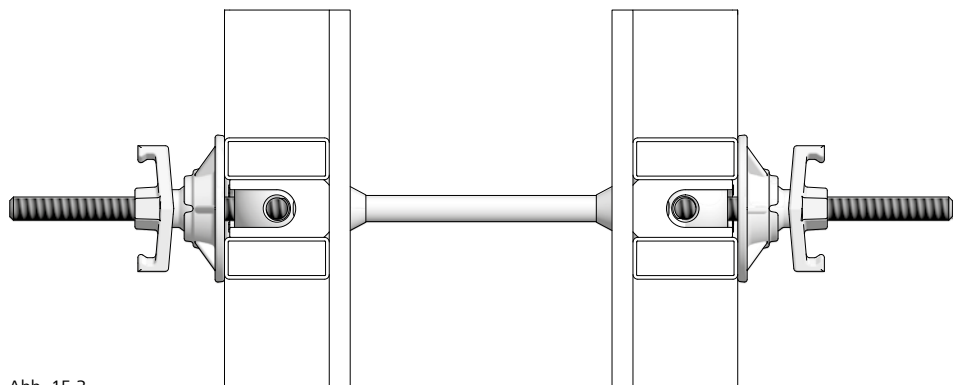

Abb. 15.3
- Zweiseitige Ankerung mit Ankerstab DW und Rillenrohr (Abb. 15.3)